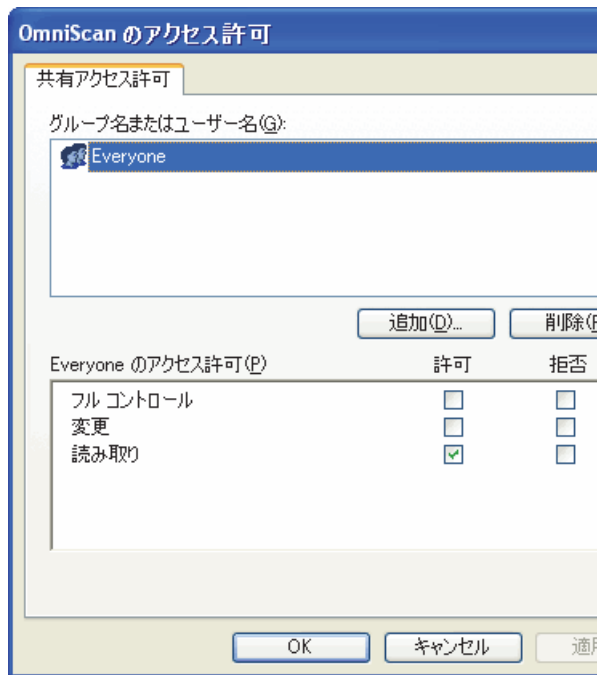

図 7-15 OmniScan のアクセス許可ダイアログボックス (Windows XP)
7. **OmniScan のアクセス許可** ダイアログボックスで、**追加**をクリックします (226 ページの図 7-15 参照)。